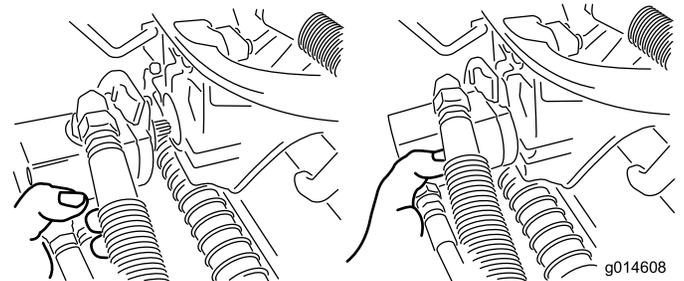

図 36
3. 外したモータは、サスペンション・アームの前部にある一時保管位置にセットしておく(図 36)。